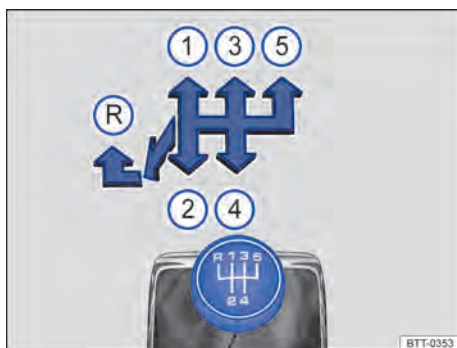
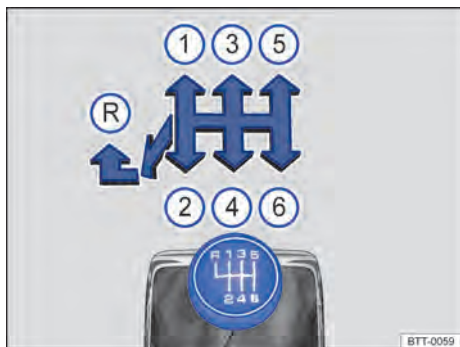

Fig. 96 Esquema de troca de marchas da transmissão manual de 5 marchas.
Fig. 97 Esquema de troca de marchas da transmissão manual de 6 marchas.
As posições de cada marcha estão representadas na alavanca de troca de marcha → Fig. 96 e → Fig. 97.
- Empurrar a alavanca de troca de marcha totalmente para a esquerda e depois para frente até a posição da marcha a ré → Fig. 96 e → Fig. 97 (R).